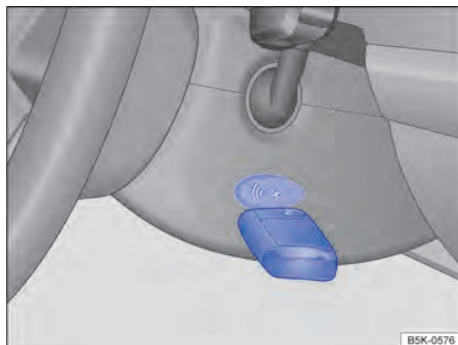

Fig. 89 À direita na coluna de direção: função de partida de emergência em veículos com sistema de travamento e de partida Keyless Access sem chave.
- Manter a chave do veículo diretamente após pressionar o botão de partida à direita da coluna de direção → Fig. 89.